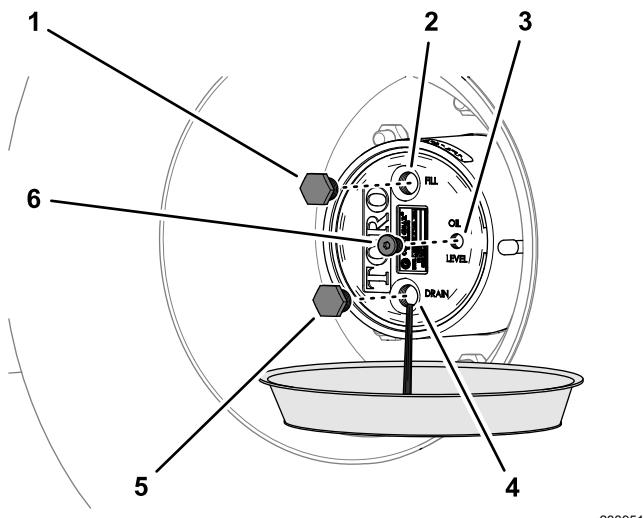

Рисунок 99
- Установите сливной поддон под ступицу планетарной передачи, снимите пробку сливного отверстия, пробку заливного отверстия и пробку контрольного отверстия и дайте маслу полностью стечь (Рисунок 99).